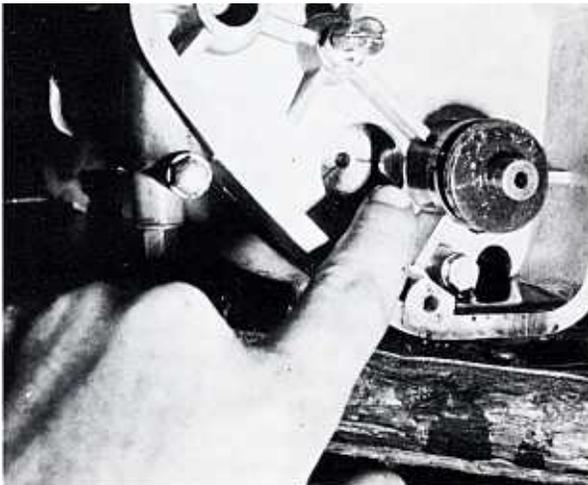

Bild 142
- Der Einbau des Innendeckels und der dazu gehörenden Teile bereitet keine Schwierigkeiten, doch muss man auf die richtige Ausrichtung der Schaltwalze zur Schaltwelle achten. Das Getriebe in Leerlaufstellung schalten. An der rechten Seite der Endfläche der Schaltwalzenwelle (Stellung 3 Uhr) erscheint eine Strichmarke. Die Marke an der Schaltwelle genau gegenüber dieser Marke einstellen (Bild 142, 145). Dies muss vor dem Anziehen der Befestigungsschrauben des Innendeckels erfolgen. Ebenso ist zu prüfen, ob der Kupplungsaustrückmechanismus richtig eingebaut ist. Es empfiehlt sich, vor dem Aufsetzen des Innendeckels ein Stück einer Sekundärkette über das Getrieberitze) zu legen, da das spätere Einfädeln der Kette äusserst mühsam ist. Es sind verschiedene Getrieberitze erhältlich. Für Ihre Maschine dürfte wahrscheinlich das Originalritze) am besten geeignet sein. Laverda empfiehlt, im Bedarfsfall eher den Zahnkranz des Hinterrades auszutauschen als das Getrieberitze), da dies weniger Mühe bereitet. An der SFC ist der innere Getriebedeckel mit einem Ausschnitt versehen, der den Austausch des Kettenritzels und des Kupplungszuges ohne weitere Demontearbeiten ermöglicht. Der Aussendeckel aus einer Magnesiumlegierung ist mit einer Einfüllschraube für das Motoröl versehen. Wegen der besonderen Anordnung des Ölfilters kann dieser Deckel nicht an andere Modelle angebaut werden.